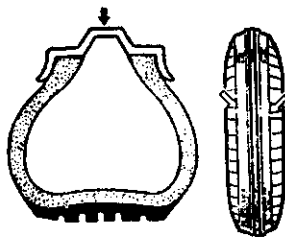

图 3-43 轮胎在低气压下行驶时的磨损情况
①胎体帘布层辗线、松散、脱层、起瘤。当轮胎在低气压下滚动时,既增大了轮胎的变形,又增加了胎体的应力,这样就使得胎体帘布层之间、轮胎与路面之间的相对位移增大,摩擦加剧,产生的热量增多,轮胎的温度和轮胎气压升高,这就导致轮胎橡胶的抗拉强度、耐磨性和粘结力降低。在这种状况下长期使用,很快就在胎侧内起黑圈,进而造成辗线、松散和脱层。同时摩擦产生的橡胶末聚集在脱层的帘布之间,形成鼓包即所谓起瘤,使轮胎早期损坏。
②胎面的异常磨损。轮胎气压过低,虽然增大了轮胎与地面的接触面积,但由于气压低时造成胎面中部向上拱曲,使接触面上的压力分布不均,造成负荷大的胎肩部位磨损大,而胎面中部由于负荷小而磨损小的现象如图 3-43 所示。